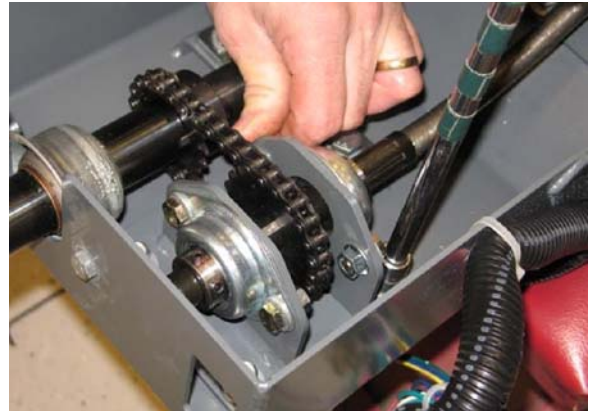

ABB. 34
6. **Ältere Modelle:** Schieben Sie das Stützplattengehäuse beiseite und ziehen Sie die Kleinteile mit (24 Nm / 18,5 ft lbs) fest, um das Stützplattengehäuse am Lenkkanal zu befestigen. (Abb. 34)